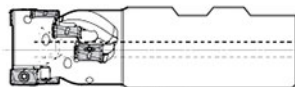

Fig.3
3. Confirme que el cabezal se fija firmemente en el árbol (Ver fig. 3)